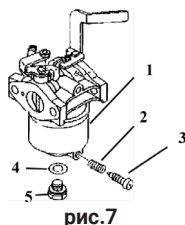

рис.7
1. Консервация бензогенератора проводится во всех случаях, когда предполагается перерыв в использовании от 3-х месяцев и более. Одновременно с консервацией проведите техническое обслуживание, описанное в данном руководстве. 2. Слейте или полностью выработайте имеющееся в баке топливо (слив производится снятием колпачка крана подачи топлива (рис.7 поз.2). 3. Слейте топливо из поплавковой камеры карбюратора, выкрутив пробку (рис.7 поз.3). После слива установите пробку на место и затяните. 4. В модификациях, в которых отсутствует пробка слива, топливо слить, вывинтив болт (рис.7 поз.5) крепления поплавковой камеры. 5. Отсоединив высоковольтный провод, вывинтите свечу зажигания. Залейте в камеру сгорания 2 мл смазочного масла и проверните стартер. Установите свечу зажигания на место и присоедините высоковольтный провод. 6. Залейте 50-100 мл смазочного масла в топливный бак и равномерно распределите его внутри, наклоняя бензогенератор. 7. Рекомендуется нанести на корпусные и несущие детали консервационную смазку. 8. При расконсервации бензогенератора, проведите ТО, предусмотренное пунктами данного руководства и промойте бензобак чистым бензином АИ-92.